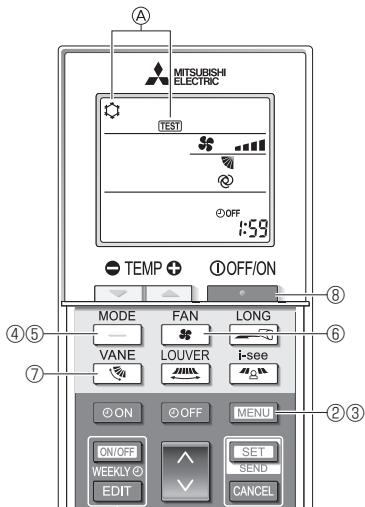

Fig. 8-5
- ① Slå på strømmen til enheten i minst 12 timer før testkjøringen.
- ② Trykk på **[MENU]**-knappen i 5 sekunder. (Fig. 8-5)
Ⓐ [TEST] og gjeldende driftsmodus vises. (Fig. 8-5)